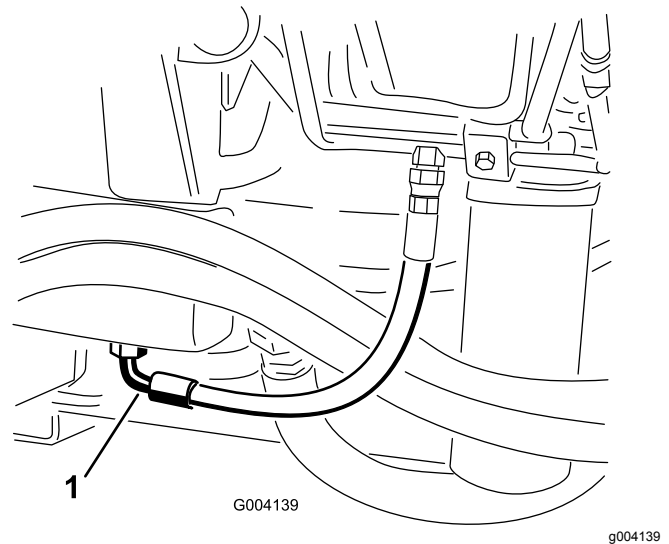

Figura 75
2. Coloque um recipiente de escoamento grande debaixo do encaixe preso à parte de baixo do reservatório do fluido hidráulico (Figura 75).